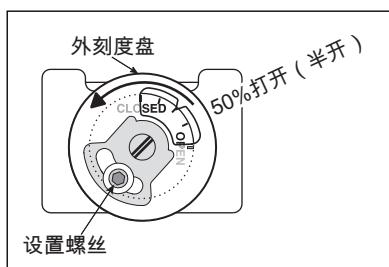

图 4.3. 手动燃气蝶阀
4. 把各燃气燃烧器处的手动蝶阀设置至 50% 打开(半开) 状态。见图 4.3。如果用的是可调节的孔板阀，设置到 5，从底算一圈是 360°。
3. 把各燃气燃烧器处的手动蝶阀设置至 50% 打开(半开) 状态。见图 4.3。如果用的是可调节的孔板阀，设置到 5，从底算一圈是 360°。